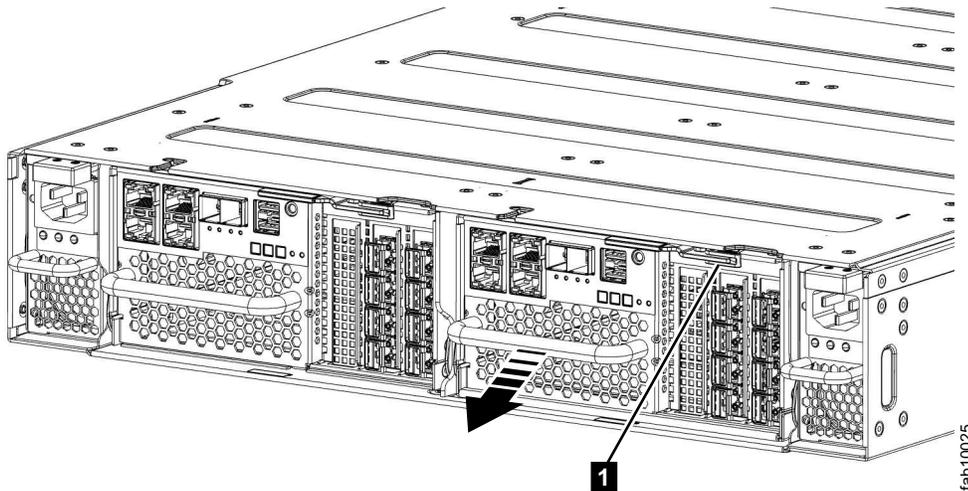

Figura 75. Removendo uma Caixa do Nó
6. Na caixa, destrave a alavanca de liberação e puxe-as para abrir (consulte Figura 75 na página 296). A caixa é movida para fora do slot aproximadamente 0,6 cm (0,25 polegada). Tenha cuidado para não desorganizar ou remover